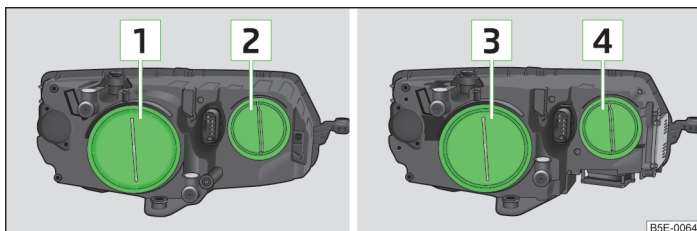

Fig. 174 Dispunerea becurilor: Faruri cu halogen / faruri cu xenon
- Detașați capacul din cauciuc **1** » fig. 174 la pagina 205.
- ▶ Detașați capacul din cauciuc » fig. 174 la pagina 205.